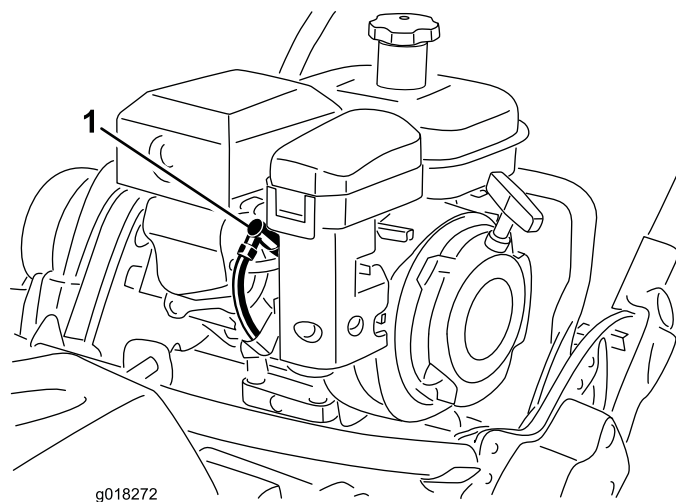

Figura 34
1. Staccate il cappellotto della candela (Figura 34).